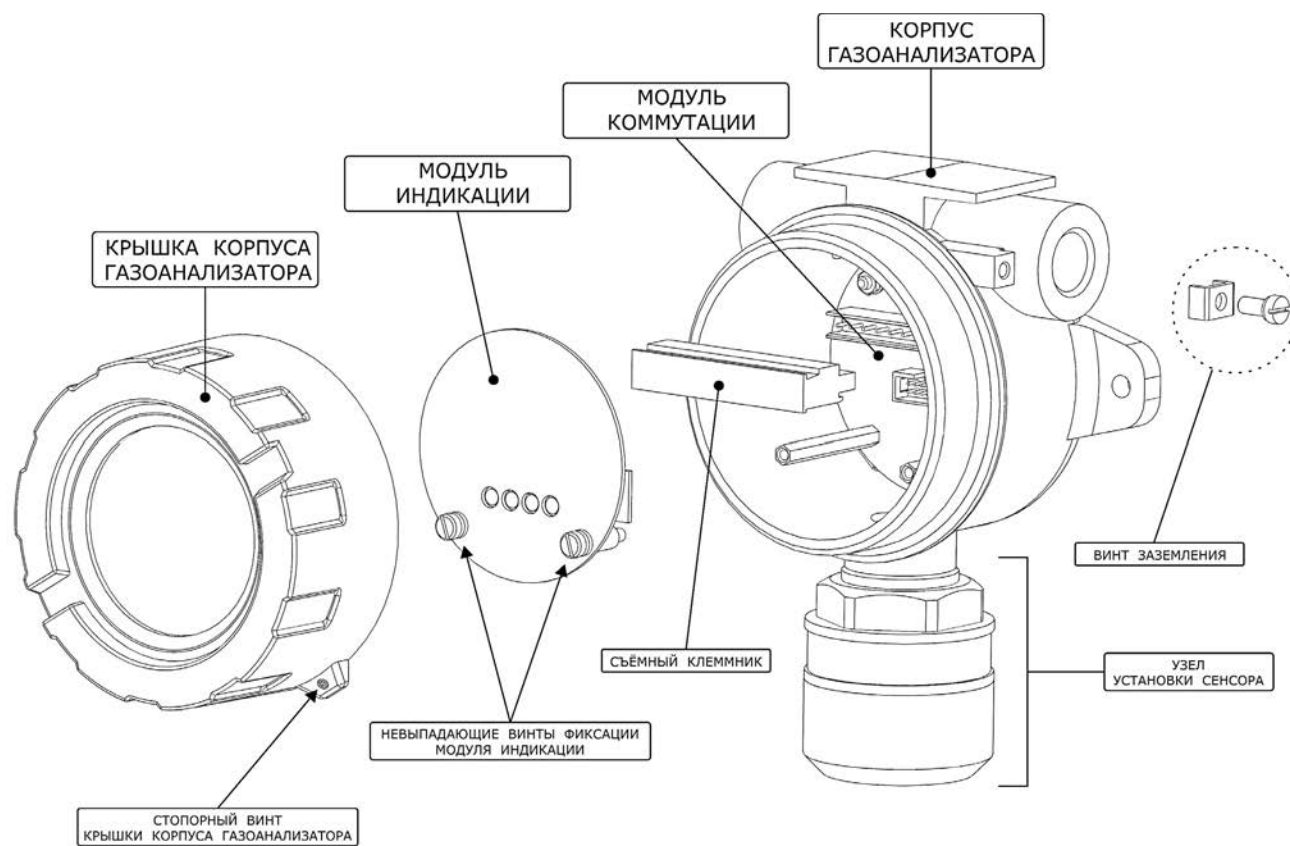

Рисунок 8 – Функциональный состав узла обработки ИГМ-13М
Узел обработки (рисунок 8) предназначен для:
- съемный клеммник с винтовым прижимом подводимых проводов (Рисунок 8);